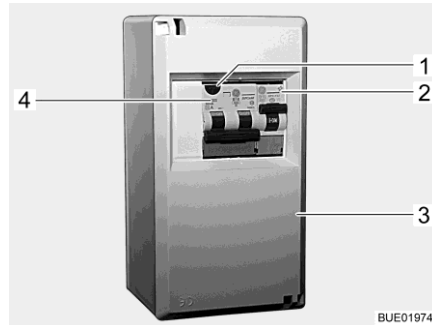
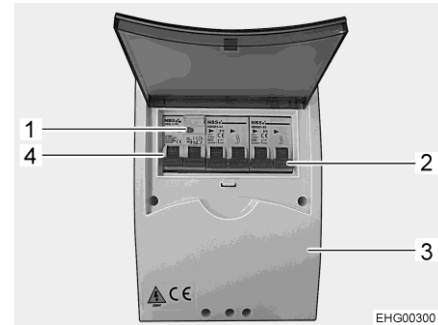

Bild 131 230-V-Sicherungskasten
Bild 132 230-V-Sicherungskasten (Variante)
Ein kombinierter Fehlerstrom-/Leitungsschutzschalter (Bild 131,4 oder Bild 132,4) im Sicherungskasten (Bild 131,3 oder Bild 132,3) sichert das gesamte Fahrzeug gegen Fehlerstrom (0,03 A) ab.
Bei Fahrzeugen mit Sonderausstattung (z. B. Klimaanlage) sichert ein zusätzlicher Leitungsschutzschalter (10 A) (Bild 131,2 oder Bild 132,2) das Gerät ab.
- Wenn das Fahrzeug an die 230-V-Versorgung angeschlossen ist, die Prüftaste (Bild 131,1 oder Bild 132,1) drücken. Der Fehlerstromschutzschalter muss auslösen.